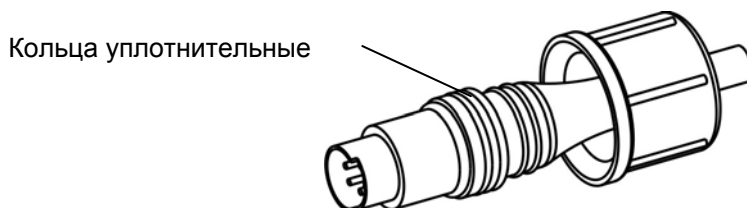

Рисунок 5.
1. Подключите излучатель 2 к контрольному блоку 1 посредством удлинительного кабеля 3. **Обратите внимание на то, что удлинительный кабель следует подключать к контрольному блоку тем штекером, на котором установлены 3 уплотнительных кольца (рис. 5).**